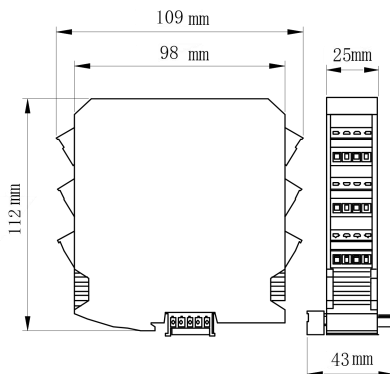

图 D-22 外形尺寸图
- MAC163/PAG313/MAC323 外形尺寸如图 D-22 所示。